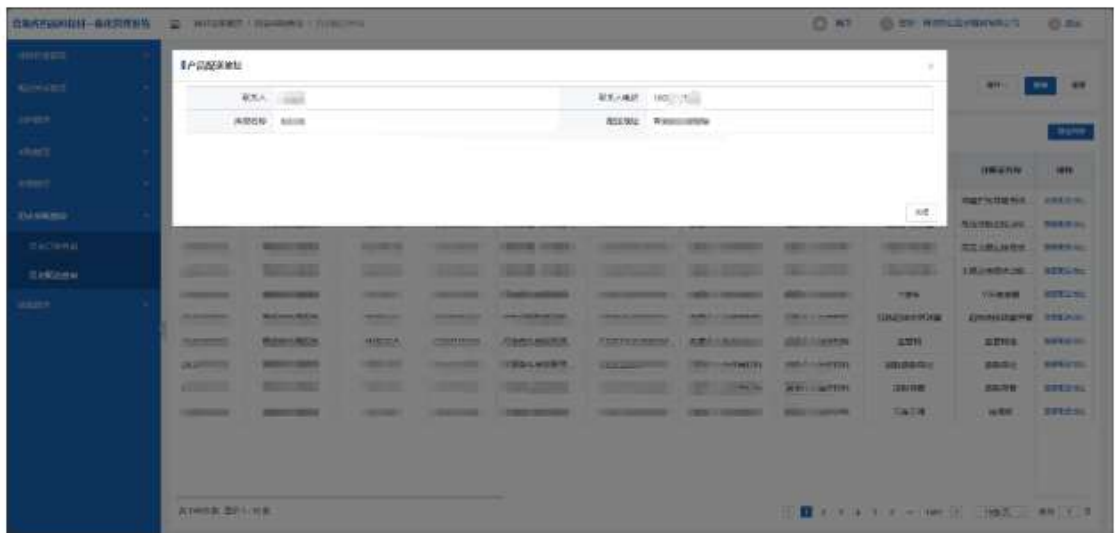

图 2
2. 点击【查看配送地址】按钮，查看对应配送订单的配送地址信息（如图 2 所示）